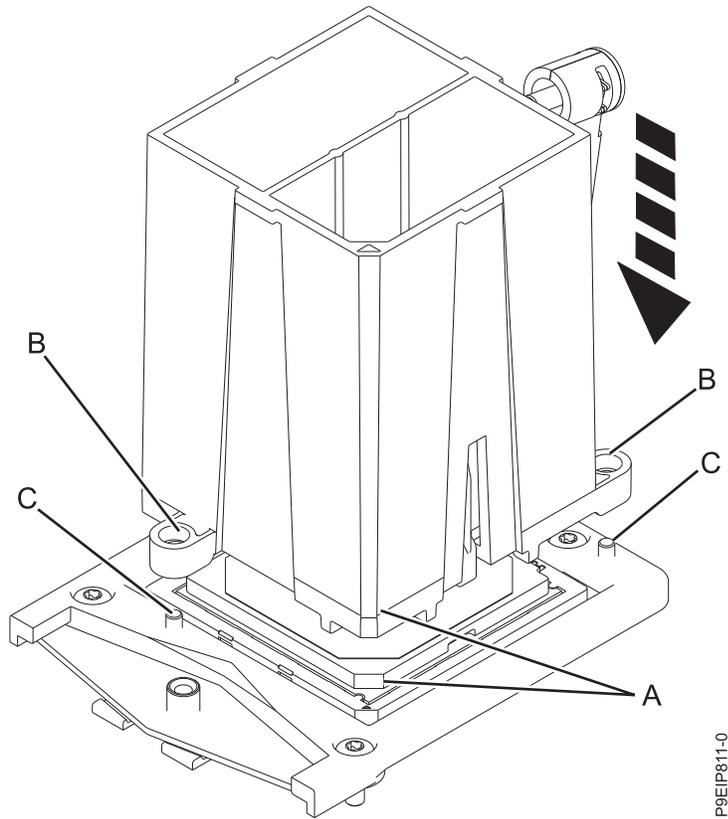

Figura 93. Instalación del módulo del procesador del sistema
7. Baje la herramienta y el módulo del procesador del sistema en el zócalo. Alinee la esquina biselada (A) de la herramienta con la esquina biselada del zócalo, tal como se muestra en la Figura 93 en la página 87. Asegúrese de que las dos patillas guía (C) se han insertado en los orificios de alineación (B) en cada lado de la herramienta. Tenga cuidado cuando baje la herramienta para no inclinarla. No intente deslizar la herramienta y el módulo del procesador del sistema en ninguna dirección mientras el módulo del procesador del sistema toque el receptáculo. Si la herramienta y el módulo del procesador del sistema no están alineados con las patillas guía, levante la herramienta y el módulo del procesador del sistema y recolóquelos.